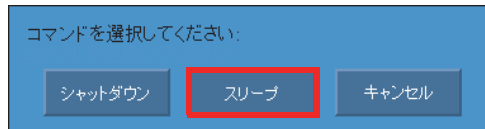

図 3-3 スリープモード選択
2. **シャットダウン**を選択します（43ページの図 3-3参照）。
「コマンドを選択してください」というメッセージが表示されます（43ページの図 3-3参照）。